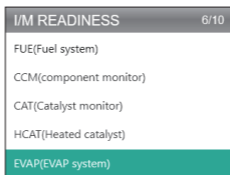

Figura 9.1.5
5. Selecciona PREPARACIÓN I/M (Ver la Figura 9.1.5) y presiona [OK] para ver el significado completo de las frases abreviadas que describen los monitores y los componentes.